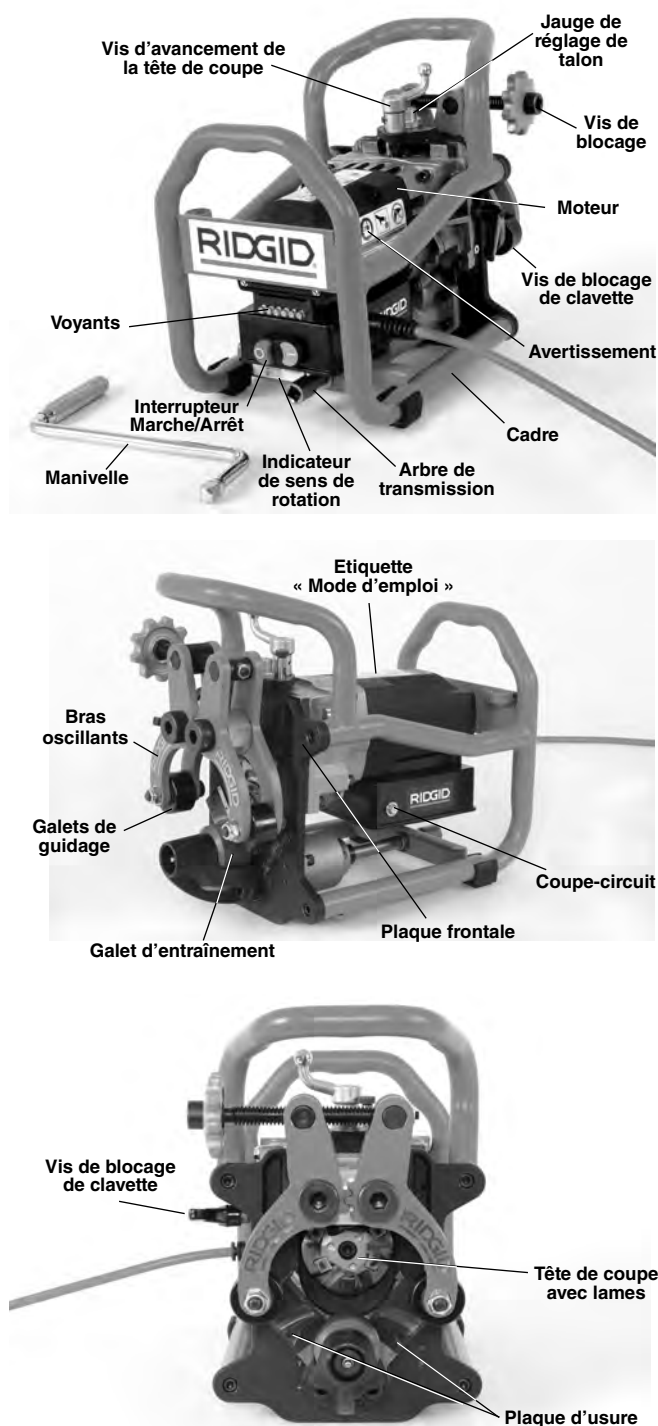

Figure 1 – Machine à biseauter B-500
- La présence et lisibilité de l'ensemble des étiquettes apposées sur la machine (*Figure 1*).